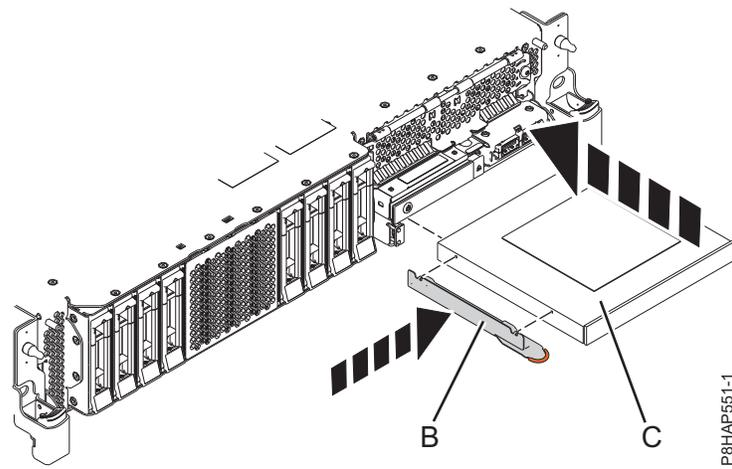
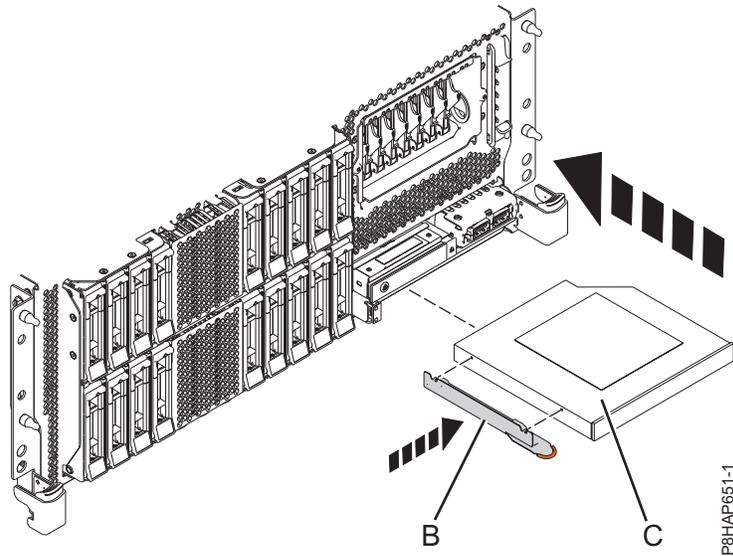
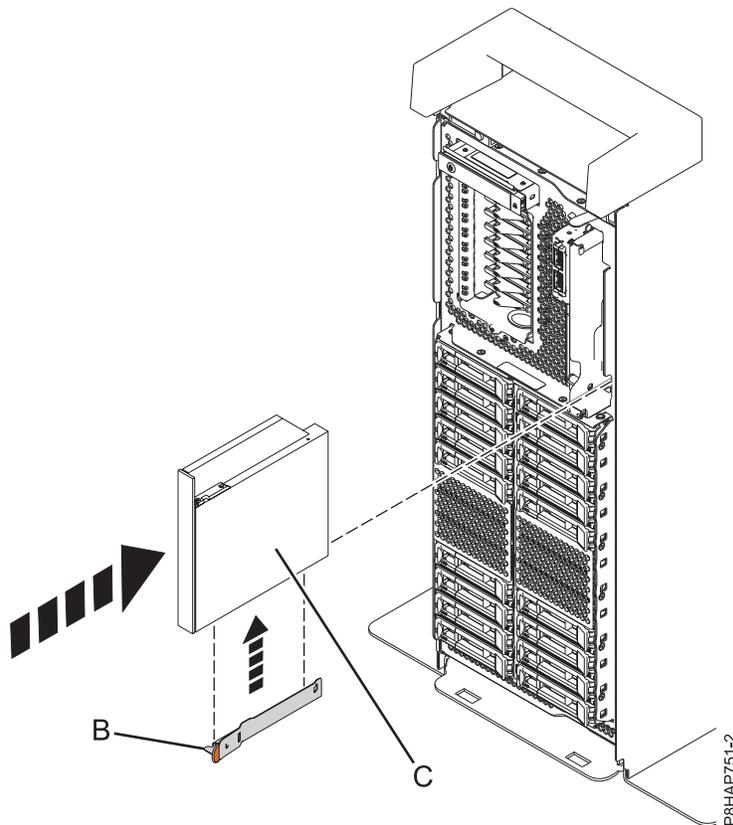

Abbildung 50. Flache Einheit für austauschbare Datenträger austauschen - System 5148-21L, 5148-22L, 8247-21L, 8247-22L, 8284-21A oder 8284-22A
Abbildung 51. Flache Einheit für austauschbare Datenträger austauschen - Einschubsystem 8247-42L, 8286-41A oder 8286-42A
Abbildung 52. Flache Einheit für austauschbare Datenträger austauschen - eigenständiges System
5. Nehmen Sie die Halterung (B) zur Hand, die Sie aus der fehlerhaften flachen Einheit für austauschbare Datenträger ausgebaut haben.
6. Befestigen Sie die Halterung (B) an der neuen flachen Einheit für austauschbare Datenträger; siehe Darstellung in Abb. 50 auf Seite 63 bei einem System vom Typ 5148-21L, 5148-22L, 8247-21L, 8247-22L,
8284-21A oder 8284-22A, Abb. 51 auf Seite 64 bei einem Einschubsystem vom Typ 8247-42L, 8286-41A oder 8286-42A oder Abb. 52 auf Seite 64 bei einem eigenständigen System vom Typ 8286-41A.
Für ein System vom Typ 5148-21L, 5148-22L, 8247-21L, 8247-22L, 8284-21A oder 8284-22A gilt Abb. 50, für ein Einschubsystem vom Typ 8247-42L, 8286-41A oder 8286-42A gilt Abb. 51 auf Seite 64 und für ein eigenständiges System vom Typ 8286-41A gilt Abb. 52 auf Seite 64.